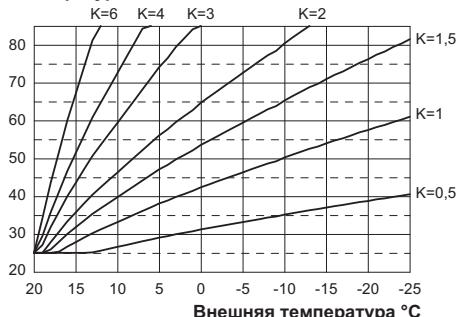
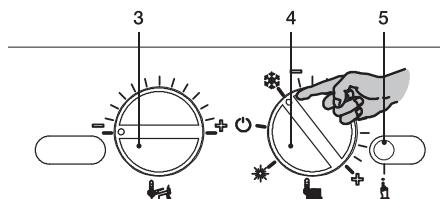

Рисунок 5.26
Рисунок 5.27
При подключении внешнего датчика с целью оптимизации температуры отопления данный параметр необходимо настроить с учетом производительности системы (Рисунок 5.26).
Например, чтобы обеспечить в системе отопления температуру нагнетания, равную 60 °C, когда внешняя температура равна -5 °C, необходимо установить коэффициент K на 1,5 (пунктирная линия, см. Рисунок 5.26).
- Установите регуляторы 3 и 4 так, как показано на следующем рисунке (см. Рисунок 5.27).
- Чтобы настроить коэффициент К (см. Рисунок 5.26), войдите в режим программирования, нажав и удерживая в течение 15 с кнопку сброса 5 (Рисунок 5.27), пока на ЖК-дисплее не появится параметр P01. На ЖК-дисплее последовательно отобразятся следующие символы (параметр P01 будет загораться поочередно).
- Нажмите кнопку сброса 5 (Рисунок 5.27) и про-листайте параметры, пока не дойдёте до па-раметра P15, предназначенного для настройки коэффициента K. На ЖК- дисплее последо-вательно отобразятся следующие символы (параметр P15 будет загораться поочередно с 00), см. рис. 5.30